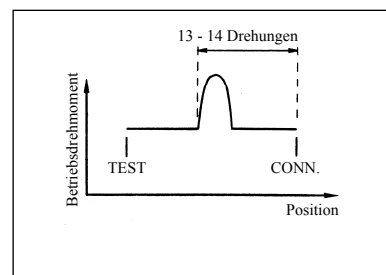

Abb. 28 Betriebsdrehmoment des Griffs
- Sobald der Hauptkontakt Verbindung aufzunehmen beginnt, vergrößert sich die zum Drehen des Griffes benötigte Kraft (Abb. 28). Dies ist kein Hinweis auf eine Fehlfunktion. Drehen Sie weiter am Griff. Nach mehr als 13 oder 14 Umdrehungen ist der Schalter in die CONN. Position versetzt, in der der Griff nicht mehr mit max. Betriebsdrehmoment gedreht werden kann.